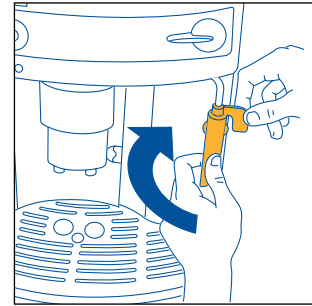

Fig.25
- Gire el mando en sentido de las agujas del reloj y, con una mano, mantenga firme la perilla del tubo del emulsionador y con la otra, desenrózquelo hacia la derecha y extráigalo hacia abajo (fig. 25).